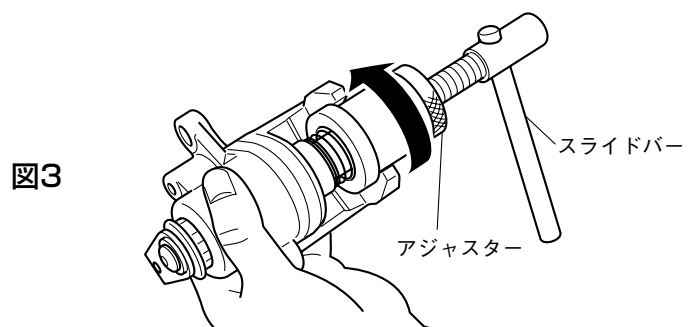

図3
5. アジャスターを矢印方向に回し、キャリパーピストンからドライブ(アタッチメント)が完全に抜けた状態にしてからキャリパーボディよりツールを取り外します。(図3参照)